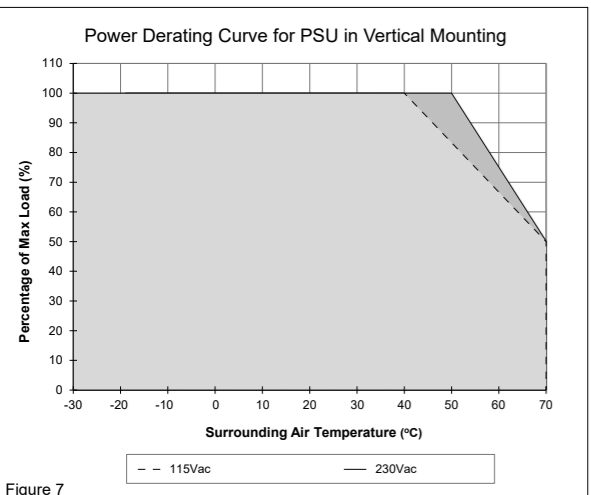

Figure 7
5.4. Thermal behavior (Fig. 7)
If the output capacity is beyond what is recommended in Fig. 7, the device will run into thermal protection by switching off i.e. the output voltage will go into latch-off mode until the component temperature cools down and the AC power is recycled.
| Derating | Refer to Fig. 7 > 40°C (1,67% / °C) @ 115Vac > 50°C (2,5% / °C) @ 230Vac | | |
| Operating temperature (Surrounding air temperature) | -30°C to +70°C (Refer to Fig. 7) | | |
5.4. Comportement thermique (Fig. 7)
Si la capacité de sortie est supérieure aux recommandations de la Fig. 7, l'appareil se mettra en protection thermique en coupant par exemple la tension de sortie et ira en mode verrouillage Off jusqu'à ce que la température de l'appareil diminue et l'alimentation AC soit recyclée.
| Derating | Déclassement de puissance selon Fig. 7 > 40°C (1,67% / °C) @ 115Vca > 50°C (2,5% / °C) @ 230Vca | | |
| Température de travail (température d'environnement) | -30°C à +70°C (Déclassement de puissance selon Fig. 7) | | |